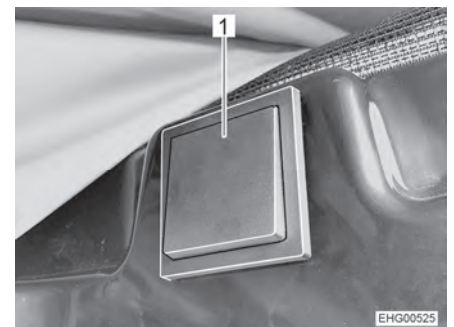

Bild 58 Taster für elektrische Entriegelung
Der Taster für die elektrische Entriegelung (Bild 58) ist auf der rechten Seite im Bereich über der Schiebetür angebracht.
- Taster (Bild 58,1) mindestens 2 Sekunden lang drücken.